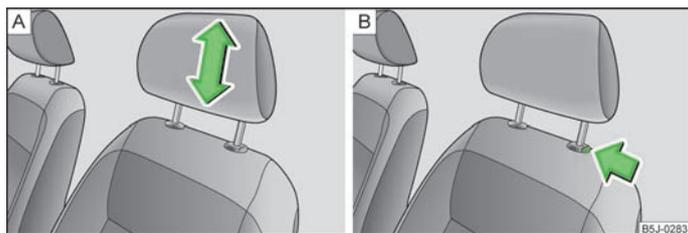

Fig. 35 Appuie-tête : réglage/démontage
- Attrapez l'appuie-tête par les côtés des deux mains et poussez-le vers le haut dans la position souhaitée » fig. 35 - [A].
- Si vous souhaitez abaisser l'appuie-tête, appuyez et maintenez la touche de verrouillage » fig. 35 - [B] d'une main et poussez en même temps l'appuie-tête vers le bas de l'autre main.
- Poussez la touche de verrouillage dans le sens de la flèche » fig. 35 - [B] et retirez l'appuie-tête.